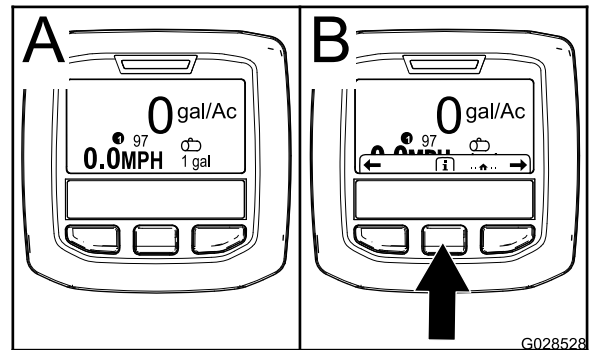

図 60
2. およそ 15 秒後、ホーム画面が表示される。中央ボタンをもう一度押して最初の案内を表示させる 図 60。